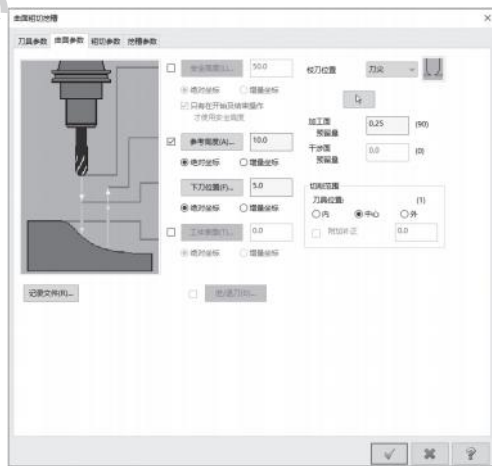

图 6-5 曲面参数设置
3) 打开【曲面参数】选项卡，勾选【参考高度】复选项并设置为 10.0mm，【下刀位置】为 5.0mm，选择所有【绝对坐标】选项，设置【加工面预留量】为 0.25mm，如图 6-5 所示。